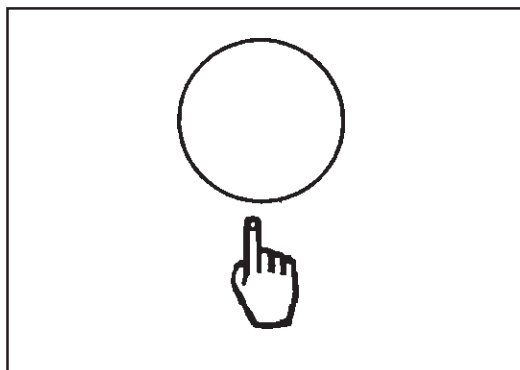

Figure 17
1. Maintenez le bouton One Touch vert (figure 17) enfoncé jusqu'à ce que la machine émette *double bip*. **REMARQUE : le temps nécessaire est d'environ 15 secondes.**